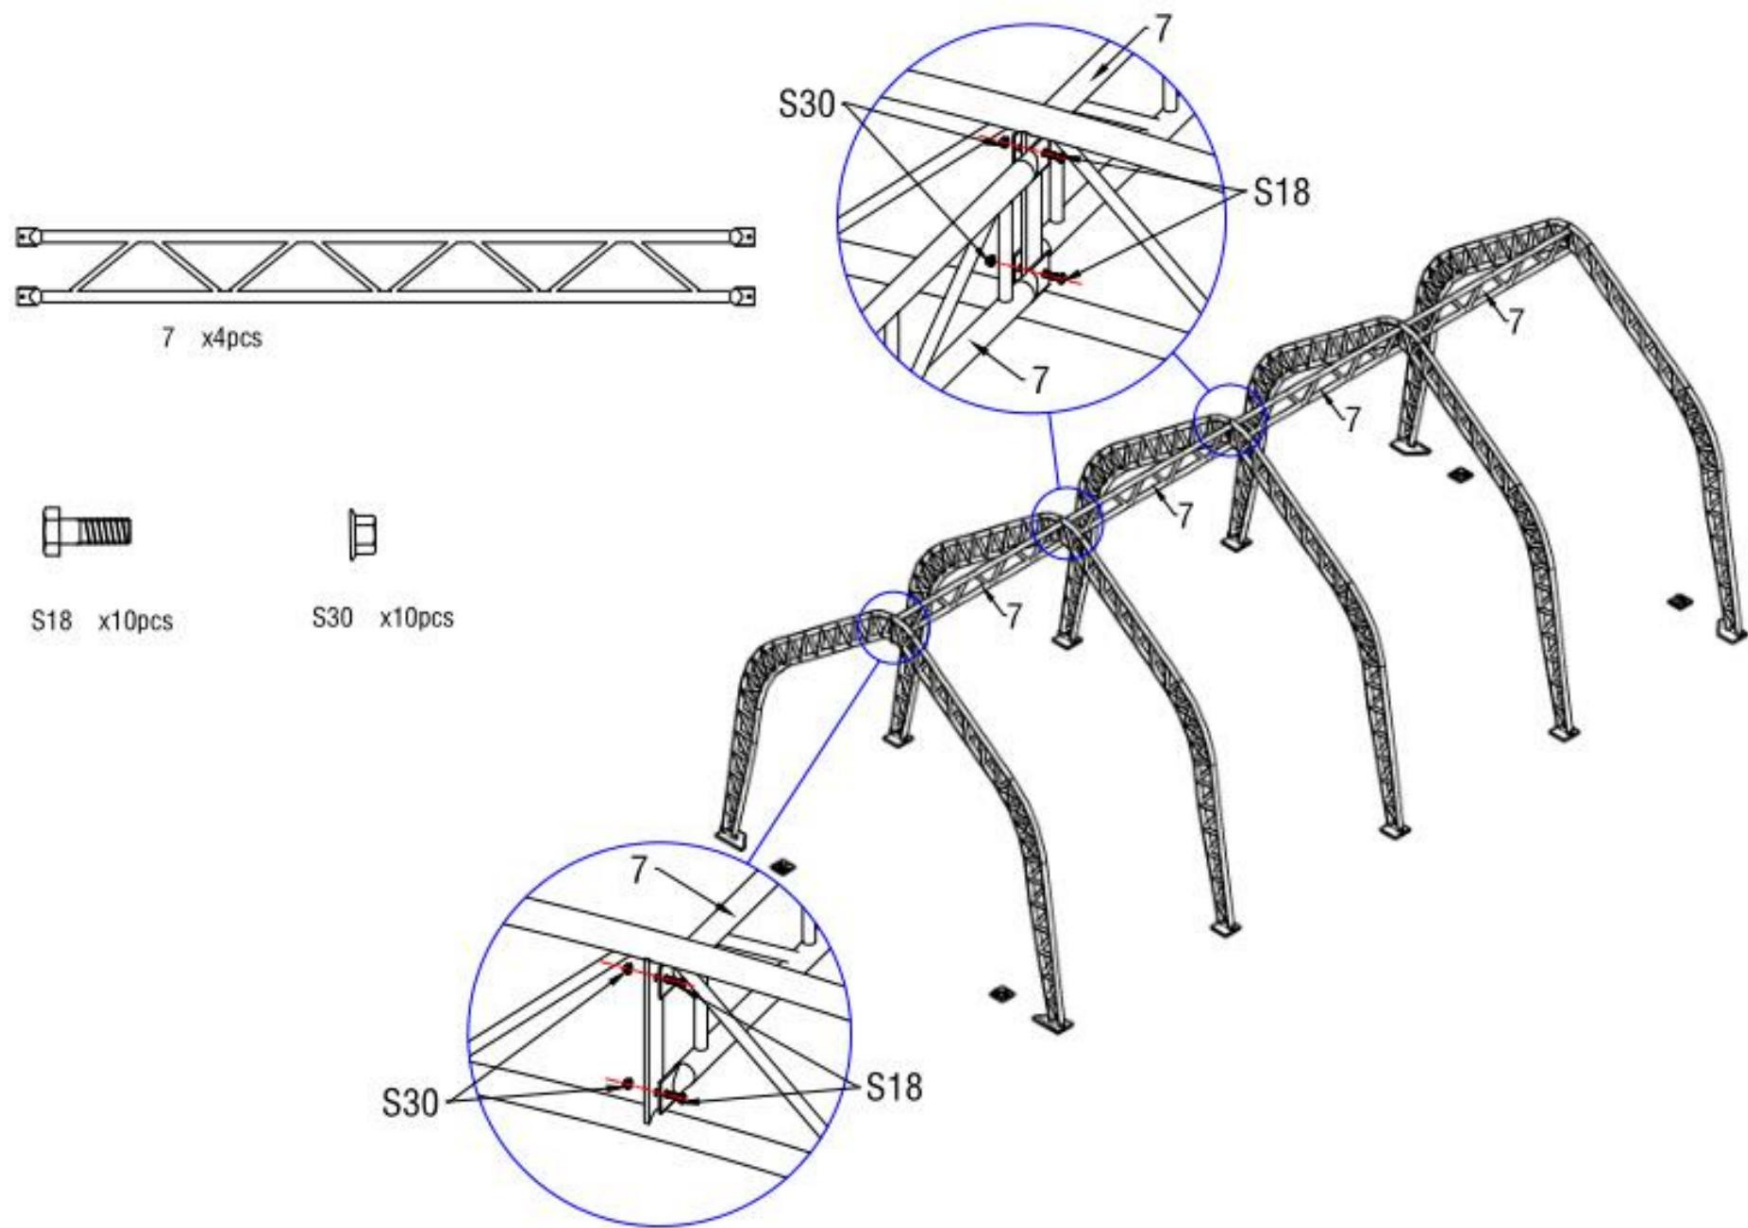
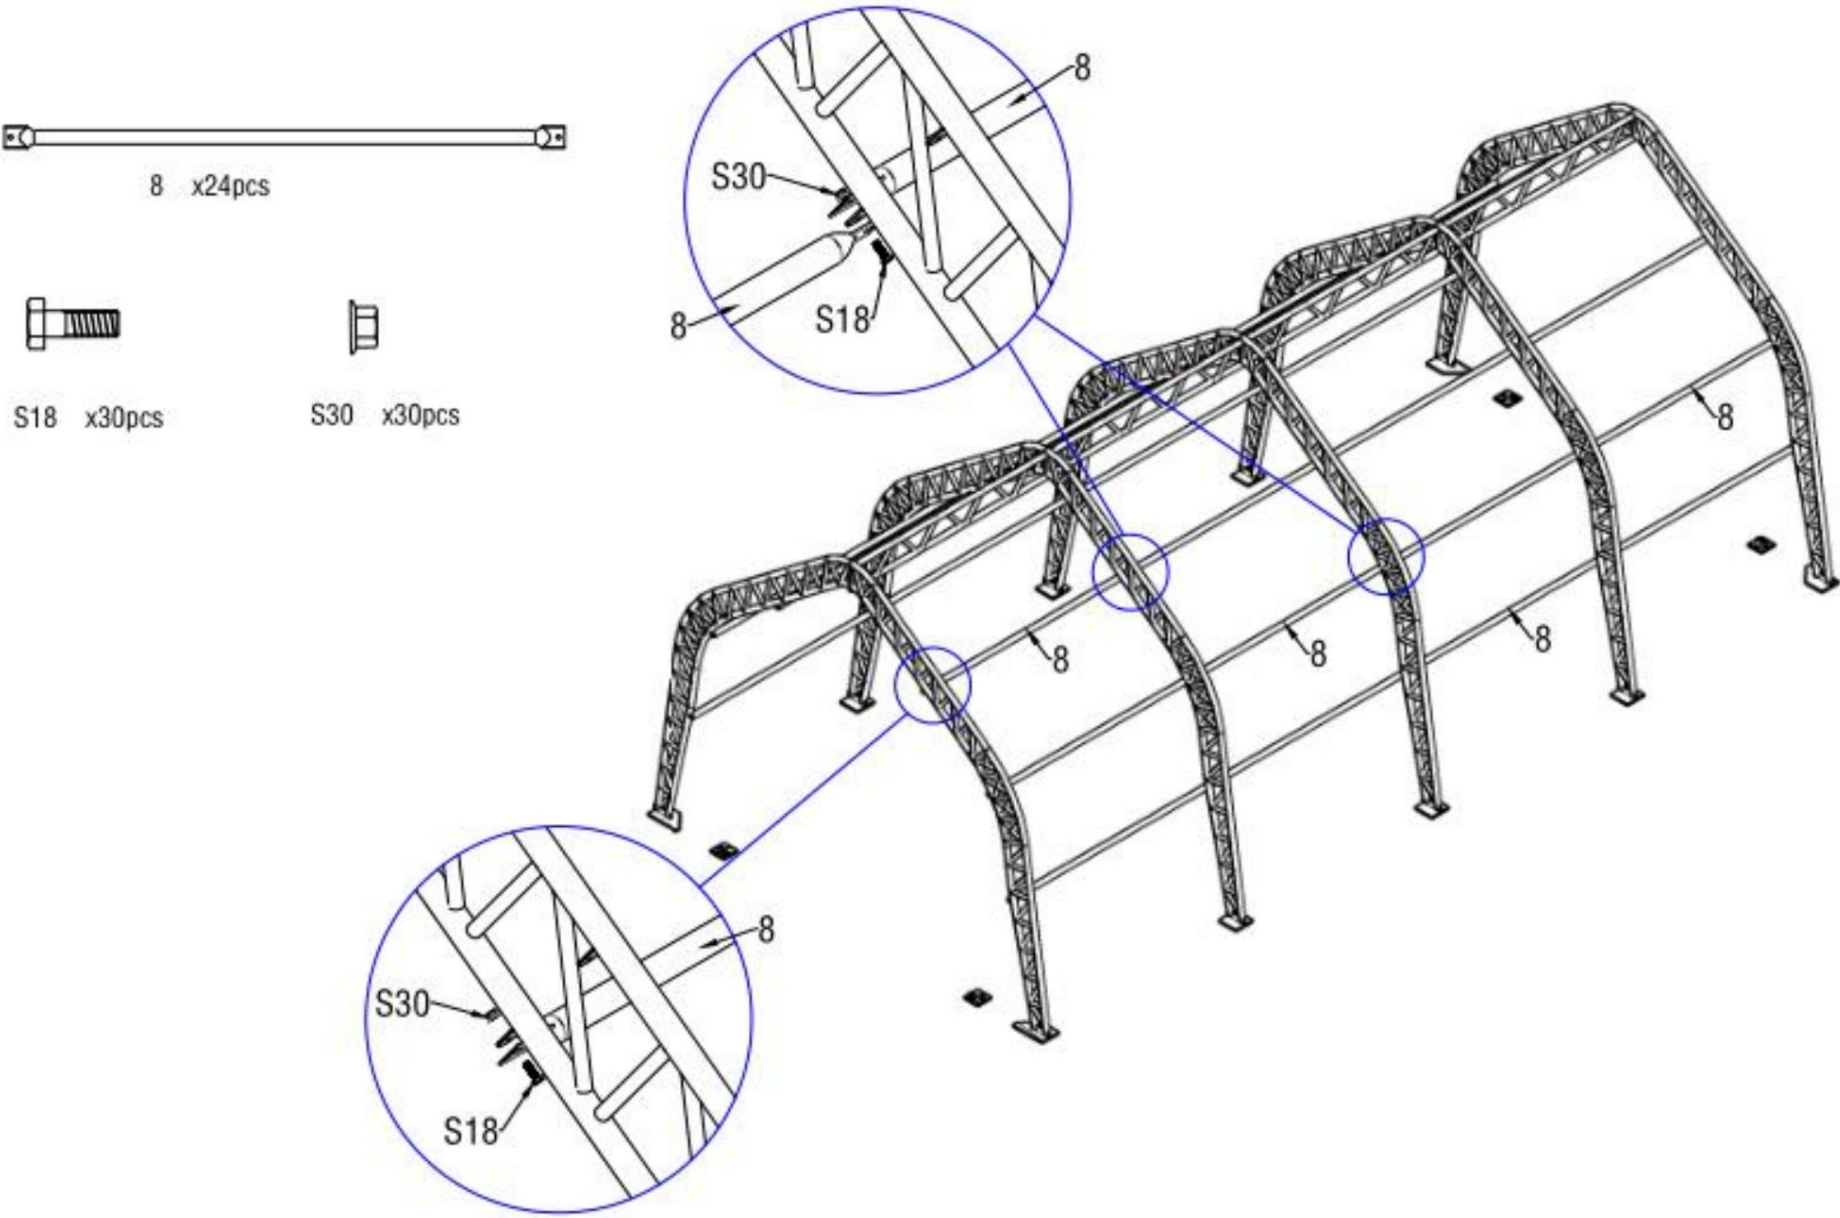

Figure 7
Figure 8
4. La figure 7 ci-dessus illustre l'installation des arches dans les platines. Assemblez-les à l'aide de pannes à double treillis (n° 7) à l'aide de vis M10x30 (n° S18). Assemblez ensuite les arches à l'aide de pannes (n° 8) à l'aide de vis M10x30 (n° 18). Fixez ensuite les autres pannes. Le cadre tendu est terminé comme illustré ci-dessous (figure 8).